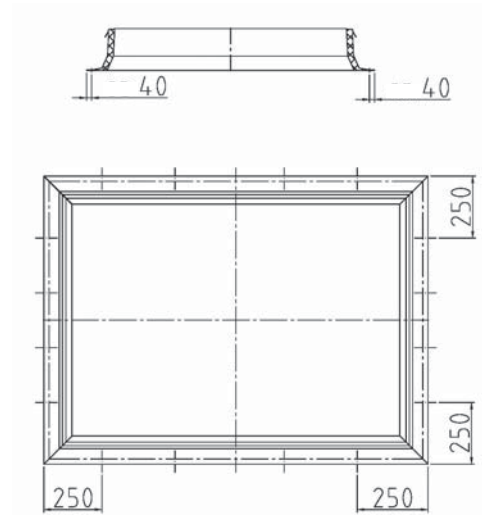

Fig 1.
1. Fäst sargen enligt de enskilda fästpunkterna på Fig 1 (250mm). Detta avstånd är tillräckligt för mitten av takytorna, i områden med högre vindbelastningar kan ytterligare åtgärder behövas.